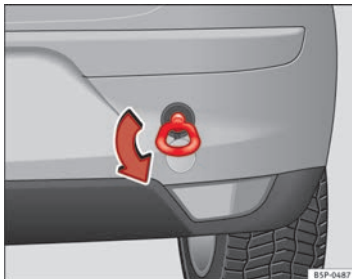

Abb. 204 Einschrauben
- Schrauben Sie die Abschleppöse in Pfeilrichtung *links* herum bis zum Anschlag vorne → Abb. 203 oder hinten → Abb. 204 in die Gewindebohrung ein. ■